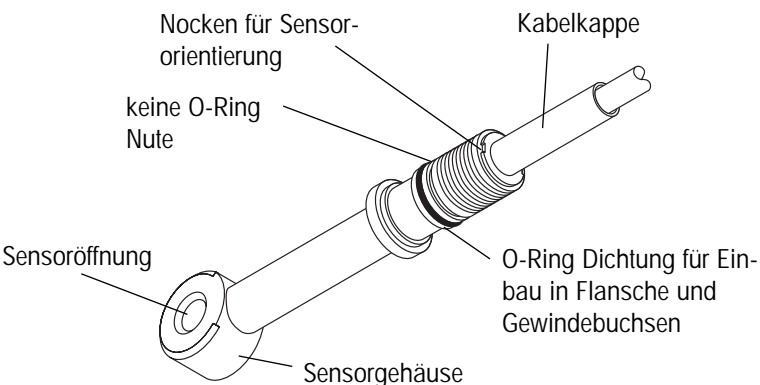

Abbildung 2: Sensor Übersicht
- Der Sensor besitzt (am Gewindedurchmesser) zwei Nuten. Die **gegen das Sensorgehäuse gerichtete Nut dient zur Aufnahme des O-Ringes** (siehe Abb. 2). Die **kabelseitige Nute muss frei bleiben**.